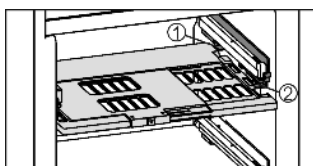

Fig. 16
- ▶ Установка пластины регулировки влажности: поперечные ребра крышки на пластине вставить через низ в задний держатель Fig. 16 (1) и защелкнуть спереди на держателе Fig. 16 (2).